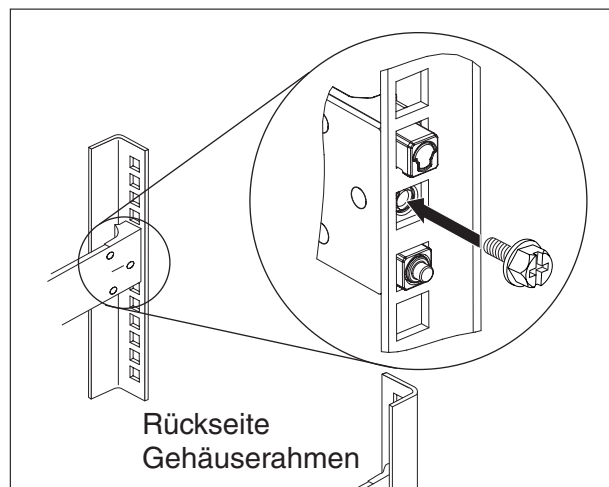

Abbildung 9. Appliance auf Schienen im Gehäuse sichern
4. Sichern Sie die Schienen der Appliance im Gehäuserahmen, wie in Abb. 9 dargestellt: